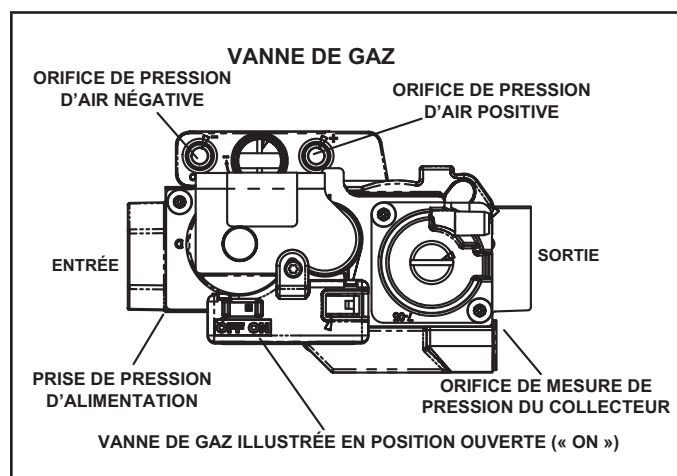

FIGURE 57
### Fonctionnement de la vanne de gaz (FIGURE 57)
- 6- Mettre l'interrupteur de la vanne de gaz sur OFF / FERMÉE. Voir la FIGURE 57.
- 8- Mettre l'interrupteur de la vanne de gaz sur « ON ». Voir la FIGURE 57. Ne pas forcer.